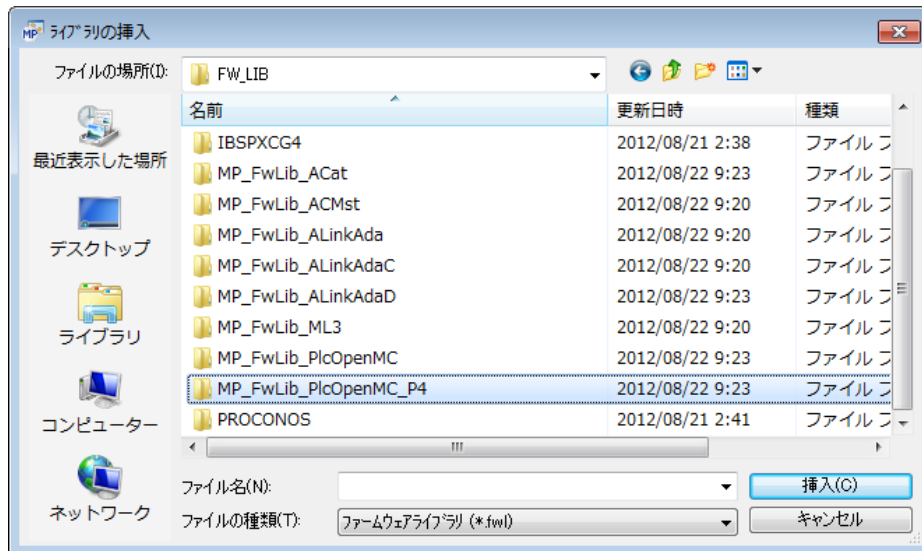

図 3-2-6. 挿入ライブラリディレクトリ選択
- ⑥ Part4のFBライブラリを追加するには、図3-2-6の画面が表示されますので、「MP\_FwLib\_PlcOpenMC\_P4」という名前のディレクトリを選択してください。